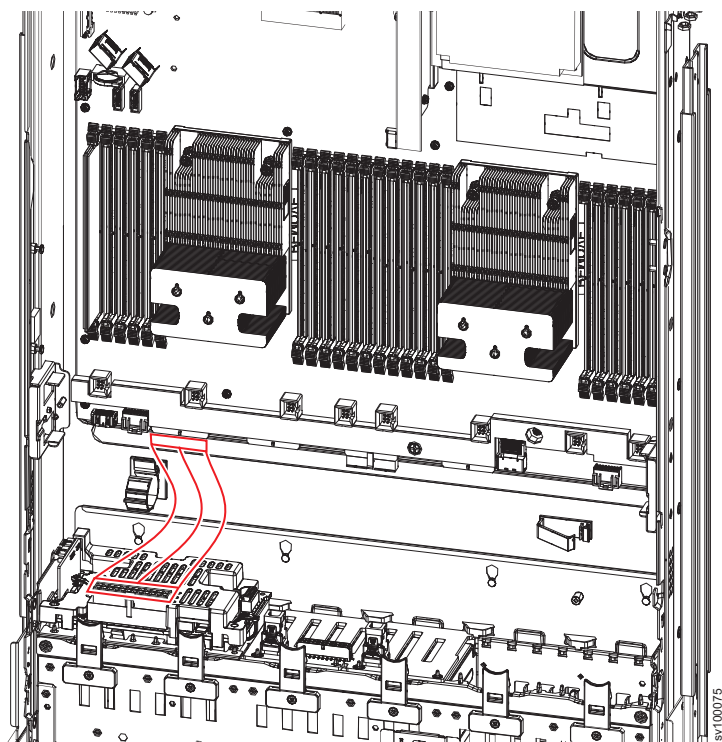

Figura 156. Cabo de energia do painel traseiro de bateria do 2145-SV1
5. Remova o cabo de energia entre o painel traseiro da bateria e a placa-mãe, conforme mostrado em Figura 156 na página 196.